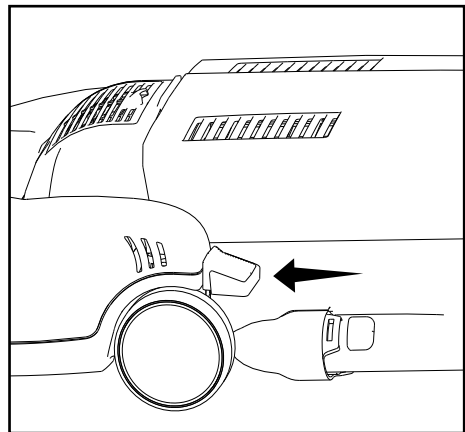

Fig. 2
- Appuyez sur la pédale de déblocage une seconde fois pour permettre à l'aspirateur de se mettre à plat au sol (Fig. 2).